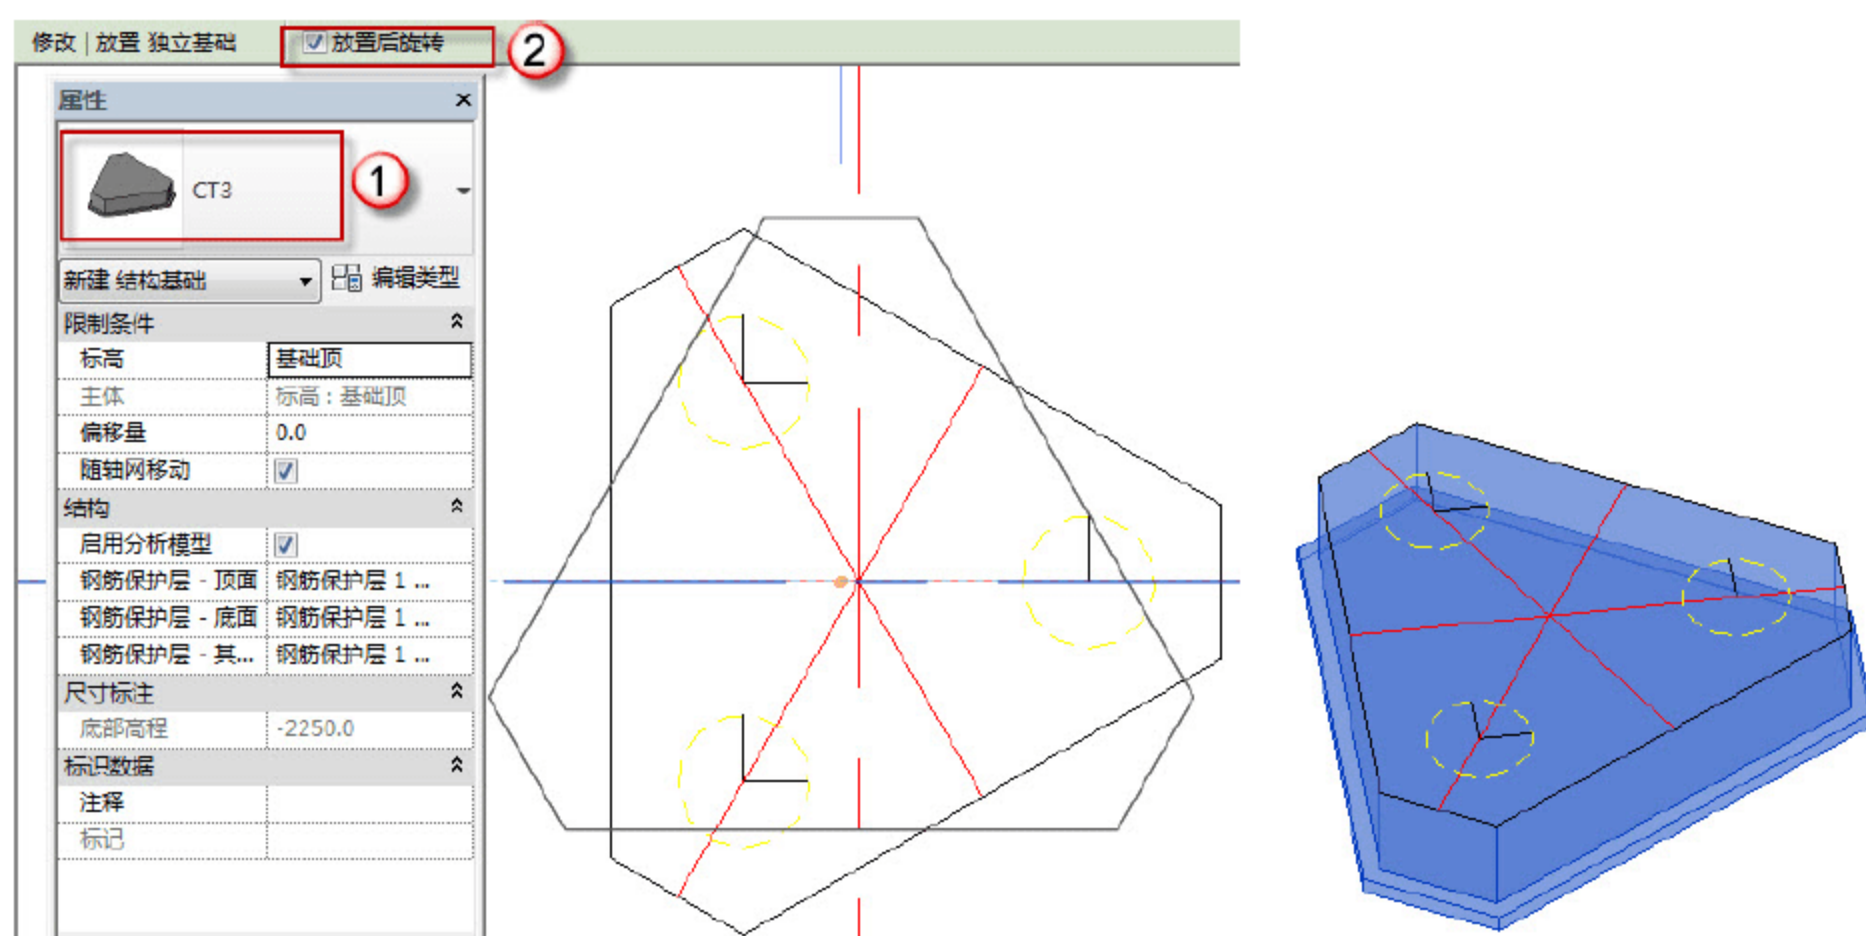

图 2.2.15 精确插入旋转族
(12) 精确插入承台族 CT3。选择“结构”→“独立”命令，在“属性”面板中选择 CT3 族，对于与轴网呈一定角度的承台，在族插入前，选中“放置后旋转”复选框，再插入 CT3 族，如图 2.2.15 所示。